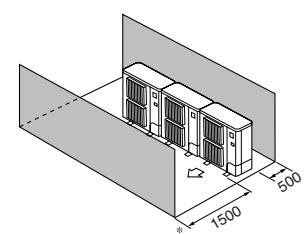

Fig. 2-11
④ Hindernisse nur auf der Vorder- und Rückseite (Fig. 2-11)